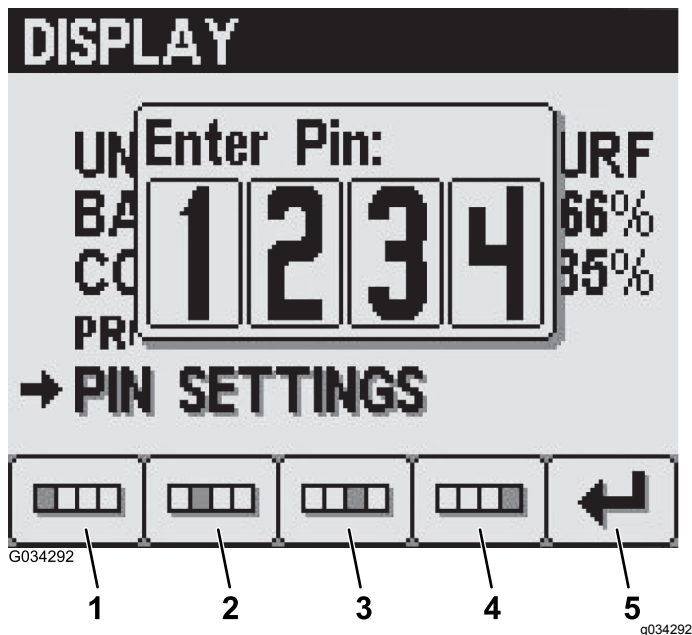

Figure 32
2. Saisissez votre code PIN à 4 chiffres en utilisant les boutons 1 à 4, puis appuyez sur le bouton 5 confirmer (Figure 32).
- Dans l'écran Ancien code PIN, saisissez votre ancien code PIN en utilisant les boutons 1 à 4 et appuyez sur le bouton 5 pour confirmer (Figure 32).